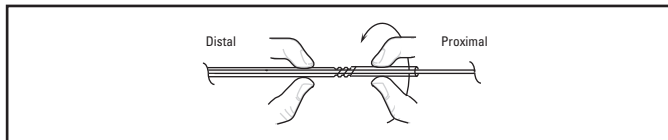

Figura 2. Desbloquear girándolo en sentido contrario a las agujas del reloj
- Para desbloquear el** mecanismo de cierre de giro de la vaina de introducción, pince con cuidado la vaina de introducción a ambos lados del mecanismo de cierre de giro y gire el lado proximal hacia la izquierda (Figura 2). Esto libera el conjunto de la guía de introducción/espiral para moverlo libremente dentro de la vaina introductora.